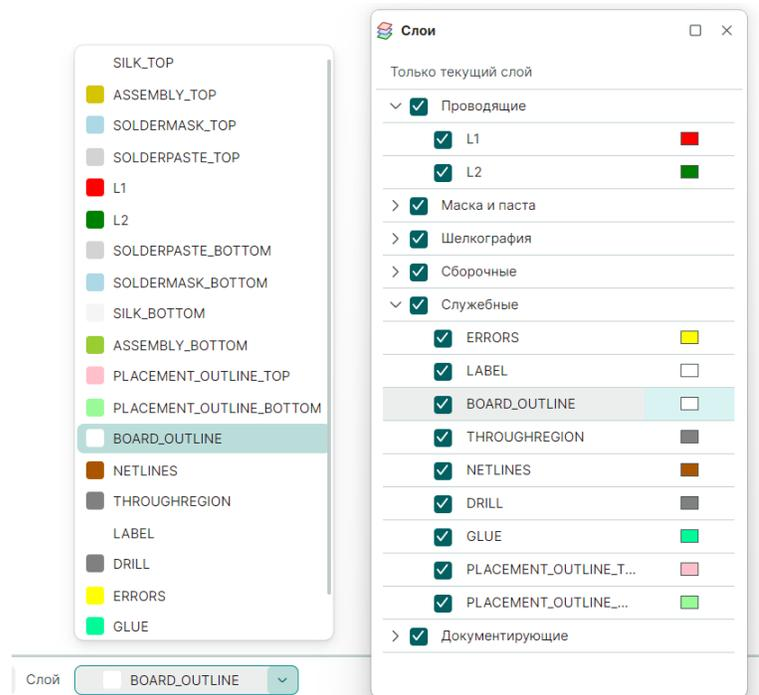

Рис. 125 Выбор слоя BOARD_OUTLINE текущим слоем
1. Выберите в редакторе платы слой BOARD_OUTLINE в качестве текущего слоя, см. Рис. 125.